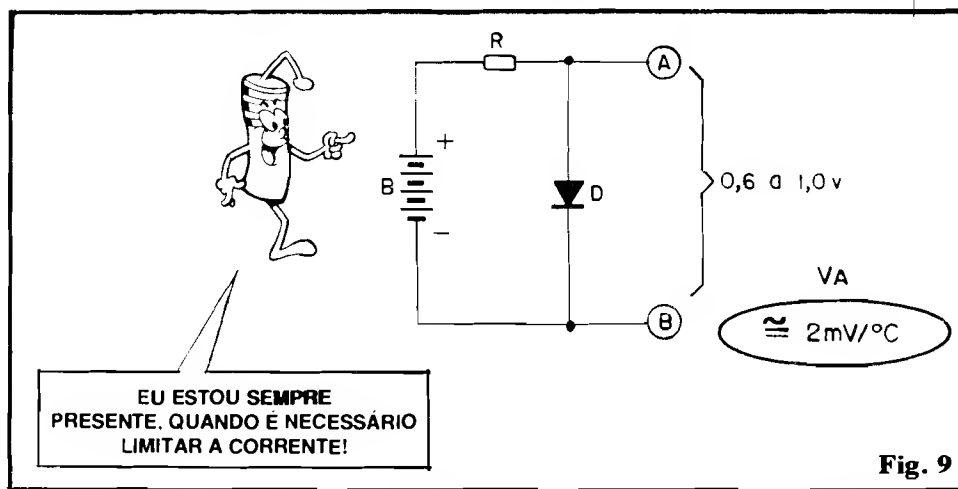

Fig. 9
- FIG. 9 - Relembrando o que foi visto na "Aula" específica sobre os Diodos (ABC nº 3): submetido a uma polarização **direta** conforme vemos na figura, entre os terminais do dito componente estabelece-se um "degrau" de Tensão, valendo (nos diodos de silício) cerca de 0,6 a 1,0V. Essa queda é intrínseca, tanto que, mesmo sob polarização **direta**, se submetermos o diodo a um valor de Tensão **inferior** a tal parâmetro, não há circulação de Corrente! Para o presente assunto, contudo, o importante é notar que essa "diferença" de Tensão (que pode perfeitamente ser medida entre os pontos "A" e "B" - notando-se ainda a importante presença do resistor "R", sem o qual o diodo "fritaria" por excesso de Corrente...) literalmente **muda**, altera-se, em função da Temperatura sob a qual esteja o componente! A relação Tensão/Temperatura é - nos diodos convencionais de silício - de aproximadamente **2mV/°C** (dois milivolts por grau centígrado), e guarda suficiente linearidade para inúmeras aplicações práticas (medição, controle, estabilização de temperatura, etc.). Trazendo o exemplo para as "matemáticas", supondo que a "barreira" natural de um diodo situa-se em exatos 0,7V, numa determinada temperatura, se esta temperatura alterar-se em 1°C (um grau), a queda de tensão através do dito diodo muda para 0,702V (os dois "milivoltinhos entrando lá")... e assim por diante... Assim, se aplicarmos aos pontos "A" e "B" do diagrama "exemplo", um sensível medidor ou comparador de Tensão (na forma do conveniente bloco circuital), podemos efetivamente "aproveitar" essa